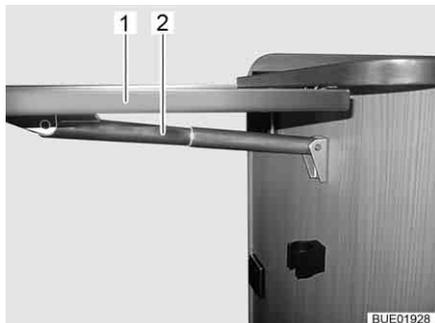

Fig. 26 Mesa de bar plegable
- Agarrar la parte inferior de la mesa de bar plegable (Fig. 26,1) y extraer la misma del engatillado tirando ligeramente.
- Girar el tablero de la mesa hacia arriba hasta que se active la fijación del soporte telescópico (Fig. 26,2). Soltar el tablero de la mesa.